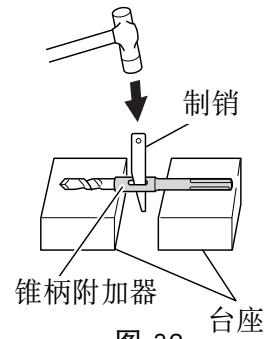

图 32
- (2) 把钻头 (锤柄) 安装在锤柄附加器上。
- (3) 接通开关，按预定深度钻开一个孔口。
- (4) 拆卸钻头时，可将制销插入锥柄附加器的缝隙，把钻头放在台座上，用锥子敲打制销头部。(图 32)